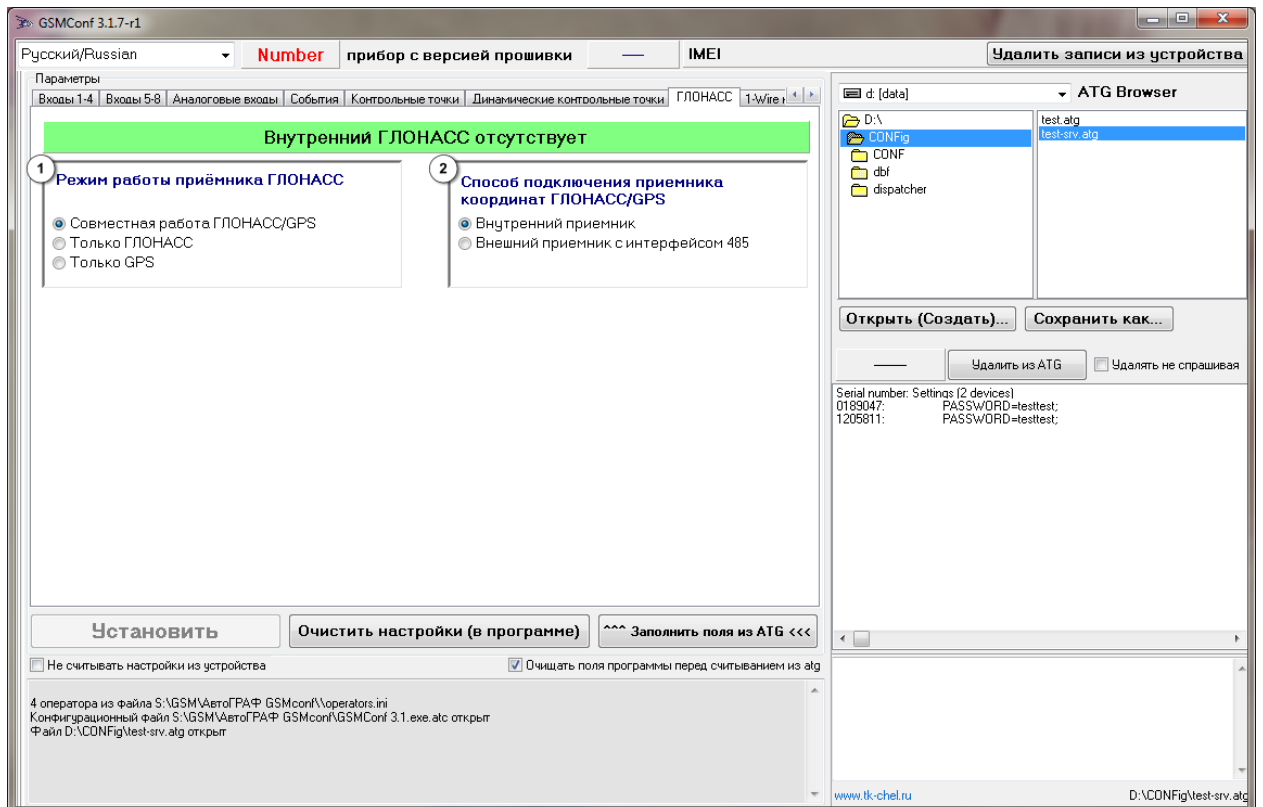

Рис.18 – ГЛОНАСС.
- **использовать интерфейс 485 для подключения внешнего приемника координат ГЛОНАСС/GPS** - при выборе данной опции для подключения внешнего приемника координат ГЛОНАСС/GPS используется интерфейс 485. Опция дублируется на вкладке «ГЛОНАСС» (рис.18,п.2.2).